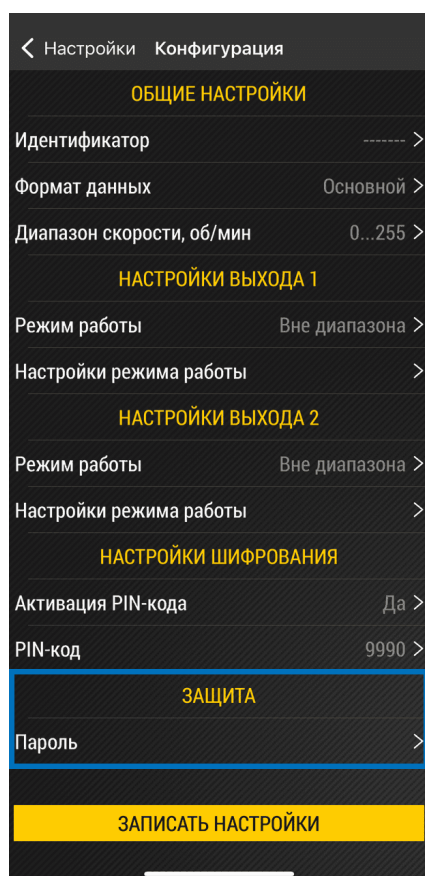

Рис.35. Настройки защиты
2. Нажмите на строку «**Пароль**» в секции «**Защита**» (Рис.35).